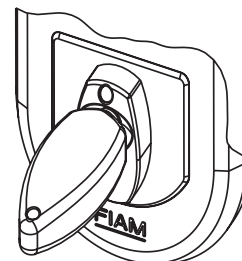

Figura 4
- **presentare, una alla volta, le chiavi elettroniche appoggiandole all'apposito lettore posto sulla placca esterna (figura 4). Ad ogni chiave presentata il led lampeggia.**
Porre a contatto la vostra chiave elettronica con il lettore posto sulla placca esterna. Il software di x1R arretra i catenacci e consente l'ingresso al locale (figura 4, pagina 6).